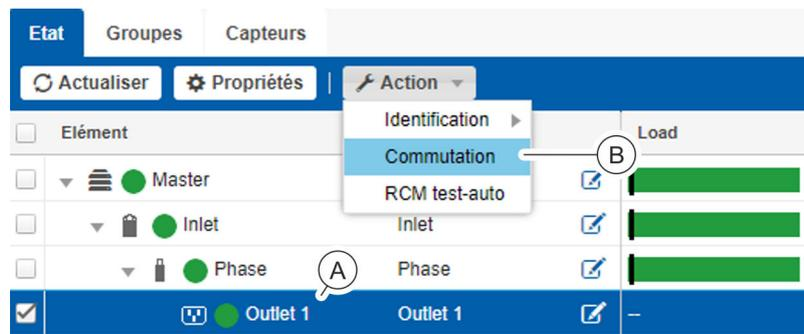

Fig. 101 : Menu « État » – Onglet « État »
2. ➤ Dans l'onglet « État », sélectionner la prise ou le groupe de prises souhaité (Fig. 101 /A).
3. ➤ Appuyer sur « Action ➔ Commutation » (Fig. 101 /B) pour ouvrir la fenêtre « Commutation ».